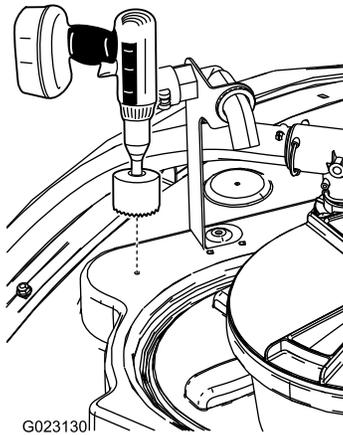

Bild 14
1. Ermitteln Sie die vordere Stelle oben am Behälter, wie in Bild 14 abgebildet.
2. Benutzen Sie eine 9 cm Lochsäge, um ein Loch in die Bohrmarkierung zu bohren (Bild 14).